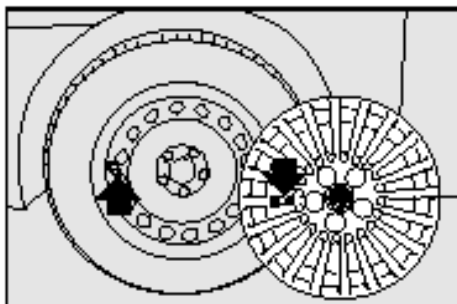

рис.12
- Установите колпак колеса, на колесо, совместив символ, проштампованный во внутренней части колпака, с вентилем **рис.12**;